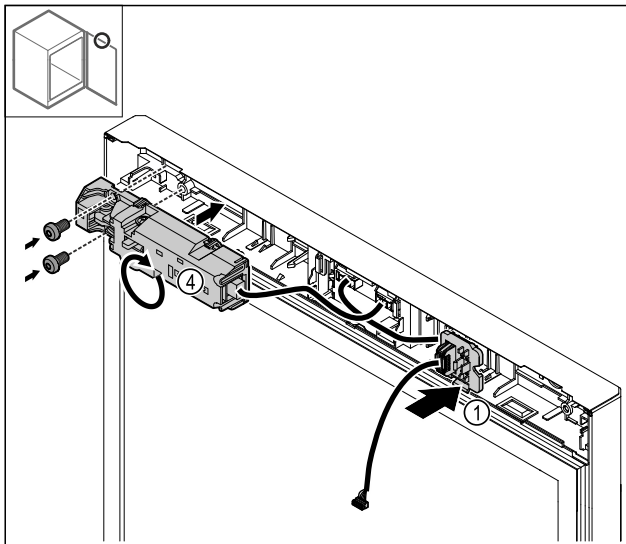

Fig. 28
- ▶ Lad stikholderen Fig. 28 (1) gå i indgreb på den modsatte side.
- ▶ Drej den elektriske lås Fig. 28 (4) 180°, og fastgør den på den modsatte side.